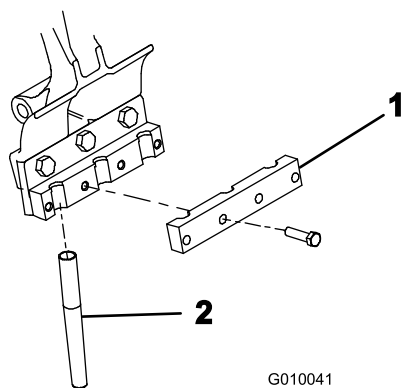

Figura 24
5. Montați fără a strânge o clemă pentru dinte la fiecare suport pentru dini (Figura 24) cu 4 uruburi ($\frac{3}{8} \times 1\frac{1}{2}$ "). Nu strângeți uruburile.